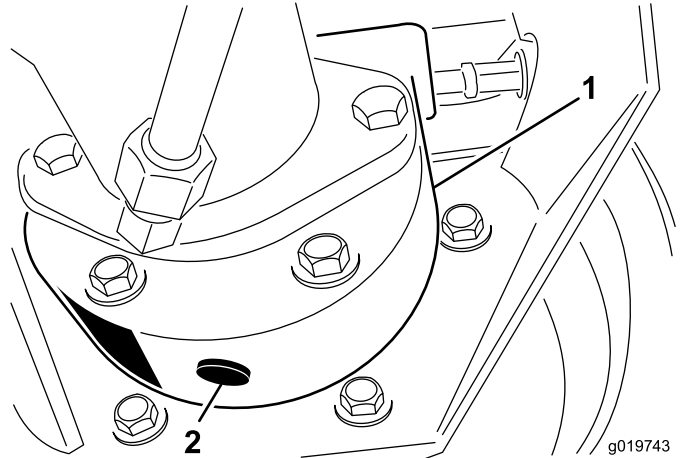

Figure 82
- Placez un bac de vidange sous le carter de frein et enlevez le bouchon pour permettre à l'huile de s'écouler (Figure 82).